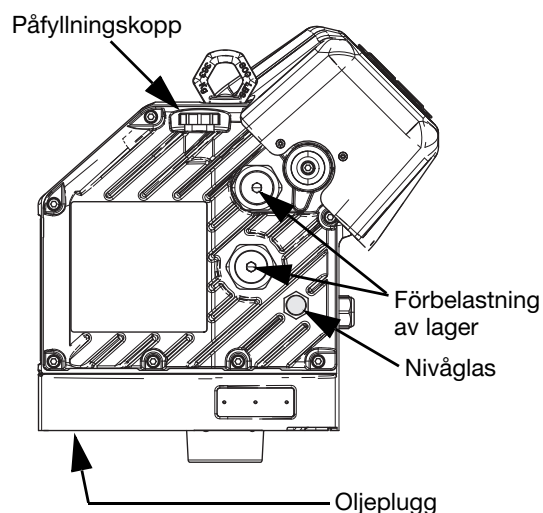

FIG. 13: Siktglas och lock för oljepåfyllning
3. Ta bort oljedräneringspluggen. Dräneringspluggens placering framgår i **FIG. 13**. Låt all olja rinna ut från drivenheten.
Se **FIG. 13**. Kontrollera oljenivån i siktglaset regelbundet. När enheten inte körs ska oljenivån vara ungefär halvvägs på siktglaset. Om oljenivån är låg, öppna påfyllningslocket och tillför ISO 220 silikonfri syntetisk växelolja från Graco med artikelnr. 16W645.